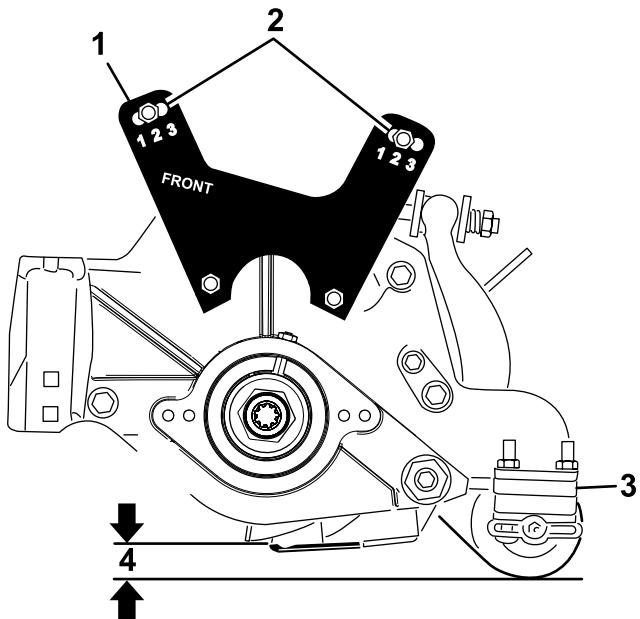

Figura 20
- Baje la unidad de corte al suelo y mida la distancia desde el suelo a la cara superior de la contracuchilla, según se muestra en Figura 20.